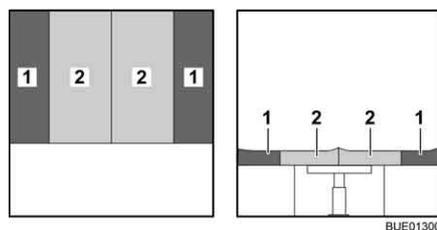

Fig. 117 Después de la transformación
- Colocar los cojines del respaldo (Fig. 117,1) entre los cojines del asiento y la pared. Tener en cuenta la forma de cuña.